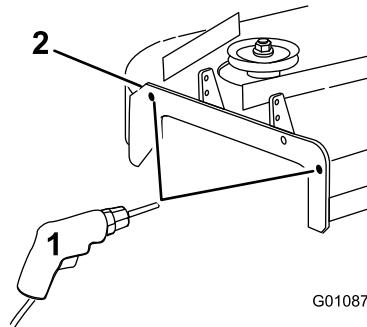

Figure 6
1. Vérifiez le diamètre des trous aux emplacements indiqués à la Figure 6.
3. Percez les trous au diamètre spécifié aux emplacements indiqués sur la Figure 6.